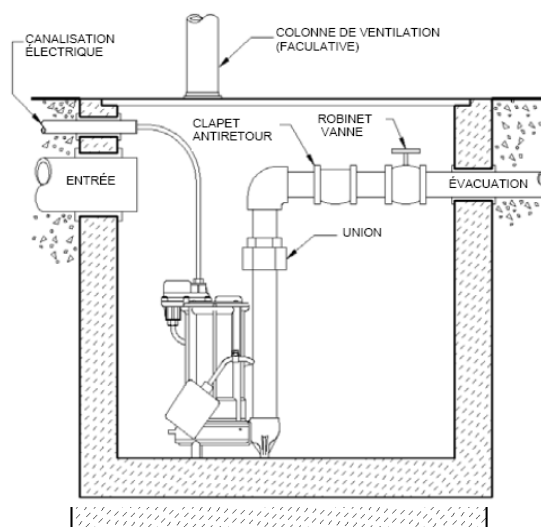

Fig. 2 – Installation type du système à une pompe
- A. **Systèmes simples (une pompe) (voir fig. 2) :** Mettre la pompe en place en assurant suffisamment de dégagement du flotteur par rapport à la paroi latérale du bassin. Le flotteur doit pouvoir se déplacer librement sur tout son parcours, sans contact avec le corps de la pompe, la tuyauterie ou tout autre objet. Lorsqu'on utilise un dispositif de commande facultatif ou un flotteur, suivre les directives d'installation qui accompagnent le dispositif facultatif. Raccorder le tuyau d'évacuation à la sortie filetée de la pompe. **IMPORTANT : NE PAS INSTALLER DE TUYAU D'ÉVACUATION D'UNE DIMENSION INFÉRIEURE À LA SORTIE DE LA POMPE.** Communiquer avec Liberty Pumps ou un autre spécialiste pour toute question au sujet des dimensions de tuyaux et débits adéquats. Installer le couvercle du bassin, en s'assurant qu'il est bien étanche.